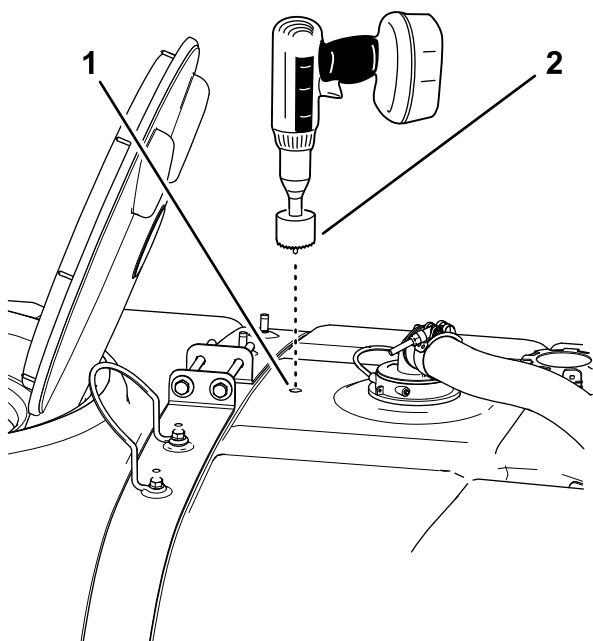

Figure 18
4. Utilisez une scie cylindrique de 4,5 cm pour découper un trou à l'emplacement indiqué par le repère (Figure 18).